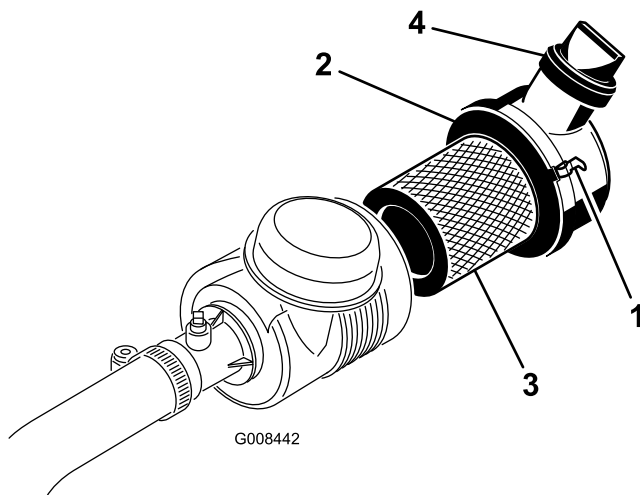

Figura 37
1. Liberte os trincos que fixam a cobertura do filtro de ar ao respectivo corpo (Figura 37).
6. Volte a montar a cobertura e fixe os trincos (Figura 37).